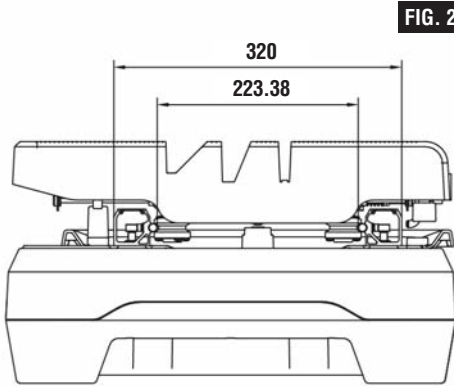

FIG. 25
- Utilice un calibrador deslizante o una regla recta para medir la distancia entre los dos rieles en un extremo de los rieles. Asegúrese de que la distancia sea de 12-5/8 pulgadas (320 mm) y luego apriete ligeramente el tornillo en ese extremo de cada riel. Siga el mismo procedimiento en los otros extremos de los rieles para ajustar la distancia entre los rieles a 12-5/8 pulgadas (320 mm) y apriete ligeramente el tornillo ubicado en ese extremo de cada riel (Fig. 25).